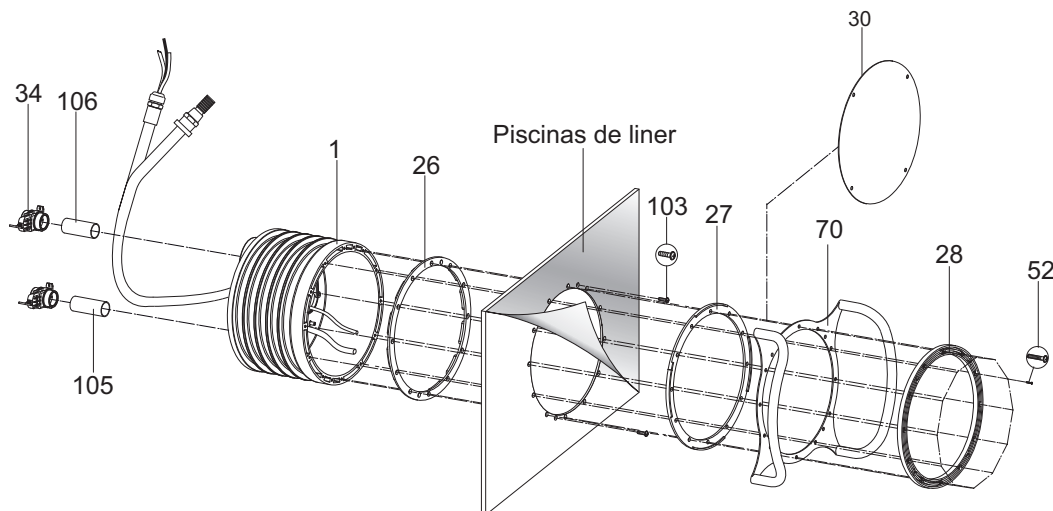

Fig.7
Pegar el lado de aspiración del tubo (105) y el lado de presión del tubo (106) con la válvula de compuerta (34) y la carcasa para montaje empotrado (1) (*Fig. 7*).